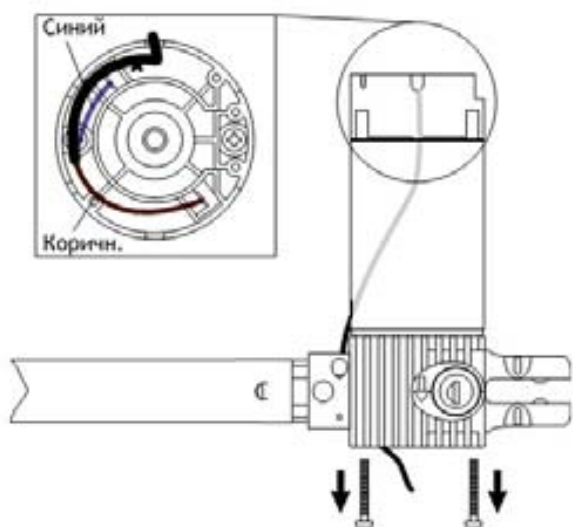

Рис. 6
- ослабьте фиксирующие мотор винты (рис. 6).